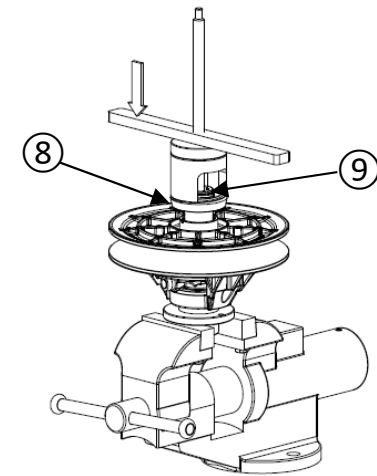
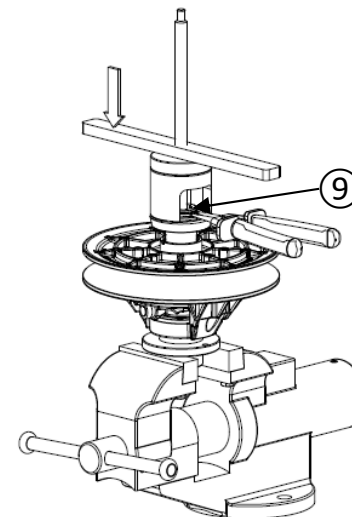

Figure 19
Figure 20
- Installez la poulie sur l'outil de démontage comme indiqué sur la figure 19.
- En vissant la barre sur la tige filetée, appuyez sur le siège de ressort ⑧ (3 à 4 mm maximum) afin de libérer l'anneau élastique ⑨.
- Retirer l'anneau élastique ⑨ à l'aide de la pince à anneau élastique (figure 20).